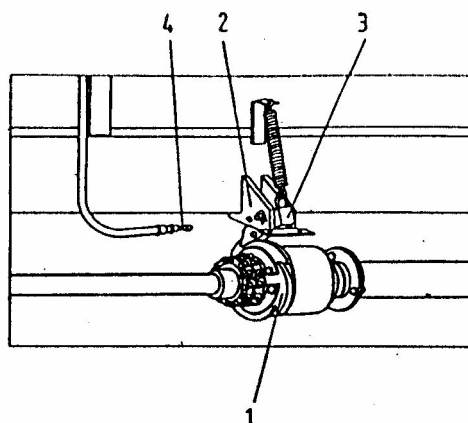
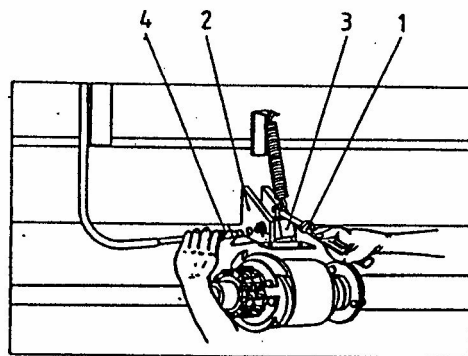

Рис. 16. Аварийный выключатель привода (включен)
Рис. 17. Аварийный выключатель привода (выключение собачки)
9. Проверь действие аварийного выключателя привода. При выключенном двигателе сильно потяни за трос 1 (рис. 15). Стержень 4 (рис. 16) должен выдвинуться из плиток 2 рамы, а собачка 3 опасть на храповое колесо 1. Затем, пользуясь отвёрткой 1 (рис. 17) подними собачку 3 и вдвинь стержень в отверстия плиток 2 до упора, освободи собачку, чтобы она упёрлась в стержень.